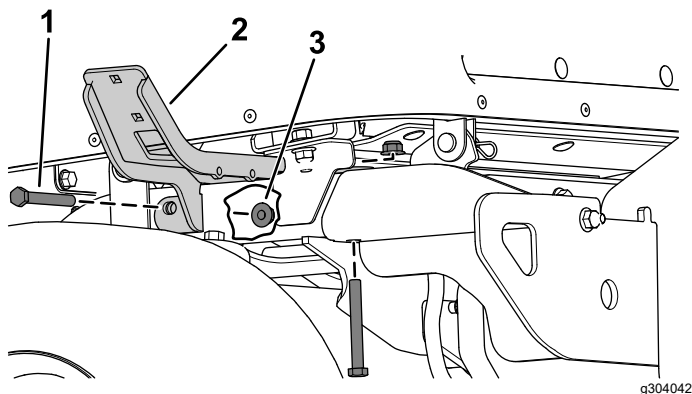

Figura 22
2. Fixați suportul din stânga și cel din dreapta pe tuburile cadrului din spate folosind 2 uruburi cu cap hexagonal ($\frac{3}{8} \times 3$ ") și 2 contrapiuli ($\frac{3}{8}$ ") pe fiecare parte (Figura 22).